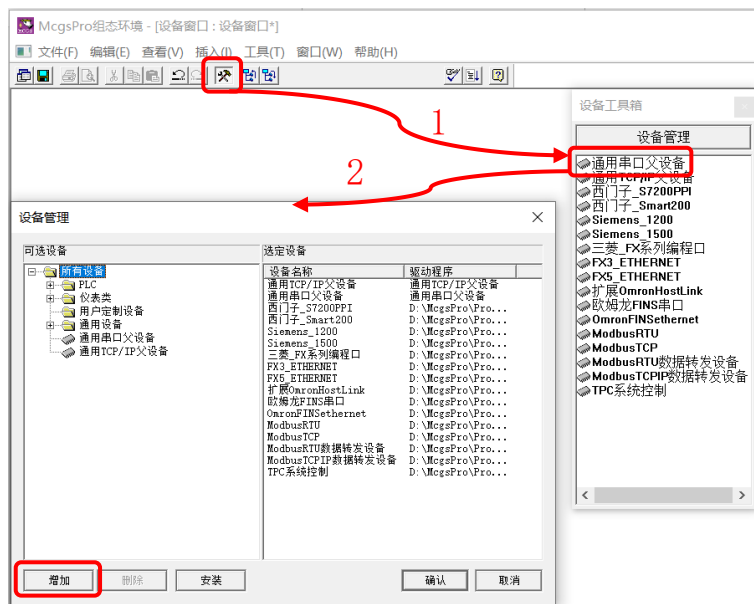

图 1.4-9 在设备窗口增加设备
- 要添加或删除设备工具箱中的设备驱动时，可点击设备工具箱顶部的【设备管理】按钮。打开【设备管理】窗口。在【设备管理】窗口左侧的【可选设备】区域的树形目录中找到需要的设备，双击或点击下方【增加】按钮即可添加到【选定设备】区域。选中【选定设备】区域里的设备，点击窗口左下方的【删除】按钮可删除该设备。如图 1.4-9 所示。【工具箱】中的设备就是【选定设备】区域中的设备。